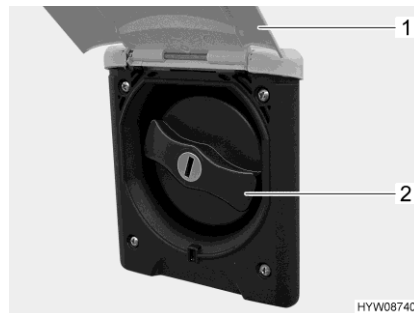

Fig. 209 Tapa de cierre (tubo de llenado de agua potable)
- Girar hacia arriba la trampilla exterior (Fig. 209,1).
- Girar la tapa de cierre azul (Fig. 209,2) un cuarto de vuelta.